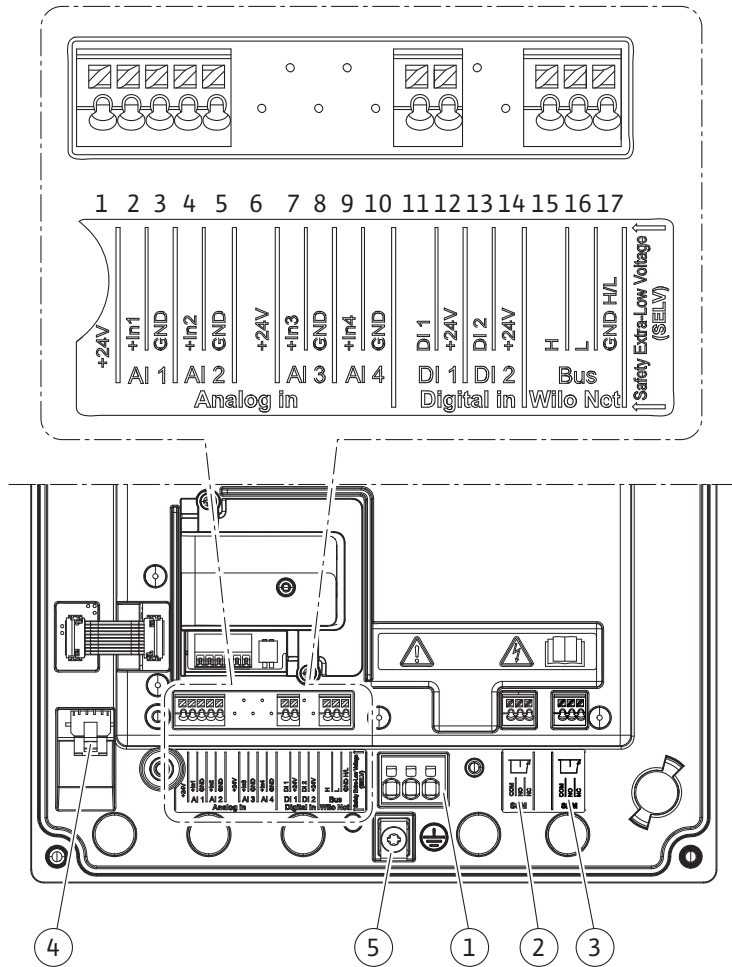
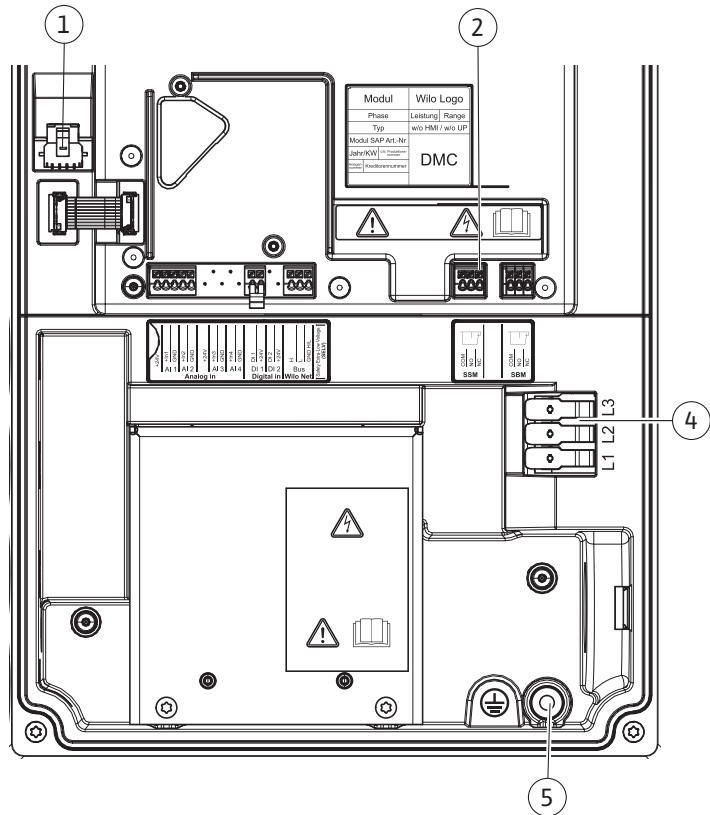

Fig. 25: Vista geral dos terminais no módulo (0,37 kW – 7,5 kW)
Fig. 26: Vista geral dos terminais no módulo (11 kW – 22 kW)
| Ligação de rede elétrica3~380 V AC ... 3~440 V AC1~220 V AC ... 1~240 V AC                                   | Plástico            | 1                                 | 1 (Fig. 25)4 (Fig. 26) |
| SSM1~220 V AC ... 1~240 V AC12 V DC                                                                          | Plástico            | 2                                 | 2 (Fig. 25)2 (Fig. 26) |
| SBM1~220 V AC ... 1~240 V AC12 V DC                                                                          | Plástico            | 3                                 | 3 (Fig. 25)2 (Fig. 26) |
| Ligação elétrica do ventilador (em função do modelo)(0,37 kW – 7,5 kW)Montada de fábrica(24 V DC)        |                     | 7                                 | 4 (Fig. 25)                |
| Ligação elétrica do ventilador(11 kW – 22 kW)Montada de fábrica(24 V DC)                                 |                     | -                                 | 1 (Fig. 26)                |
| Ligação de redeFig. 25, pos. 1Fig. 26, pos. 4 |                                                                       |                                                                                                                                                                                                                                      |
| Parafuso de ligação à terraFig. 25 e 26, pos. 5 |          |       |